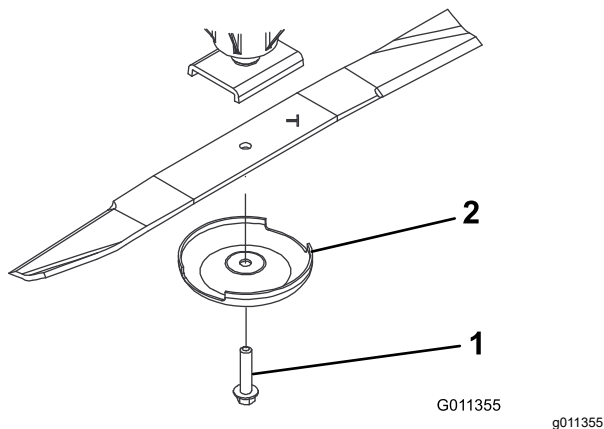

图 14
2. 使用抹布或厚垫手套抓住刀片的端部。卸掉刀片螺栓、防刮罩并从锭轴上取下刀片 (图 14)。
3. 使用防刮罩和刀片螺栓安装刀片刀翼面向剪草刀盘 (图 14)。上紧刀片螺栓扭矩至 $115 \sim 149\text{Nm}$ 。